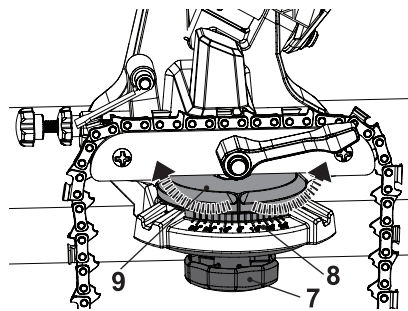

Fig. 4
1. Desserrez légèrement la molette de blocage d'étau (7) en la tournant dans le sens inverse des aiguilles d'une montre et tournez la plateforme de la chaîne de sciage (9) jusqu'à l'angle de chaîne de sciage requis - comme indiqué sur l'échelle d'angle (8) (Fig. 4).
2. Abaissez le disque abrasif (15) à l'aide de la poignée (1) pour vérifier si le disque abrasif correspond à l'angle de la chaîne de sciage.
3. Resserrez ensuite la molette de blocage d'étau (7).